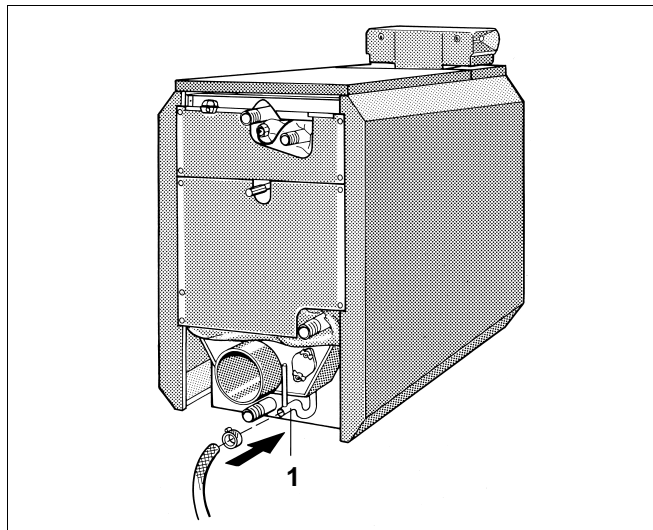

Abb. 27 Ablaufschlauch befestigen
- Ablaufschlauch an Kondensatauslauf (Siphon, Abb. 27, **Pos. 1**) mit Schelle anschließen.
Der Kondensataustritt AKO darf beim Reinigen nicht verstopft werden, siehe Abb. 27 auf Seite 20.
- Prüfen und evtl. Reinigen des Abgassammlers und des Kondensatablaufs, durch die Reinigungsöffnung, siehe Abb. 27 auf Seite 20.
6	Ablaufschlauch der Neutralisation (Kondensataustritt) abschrauben (Abb. 27)
9	Kondensataustritt (Siphon) durchspülen (Abb. 27)